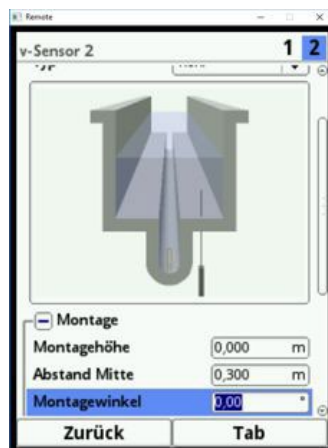

Abb. 23-21 Montagehöhe v-Sensor 2 zu tief
2. Kontrollieren Sie die Eingabe der Montagehöhe in der Applikationsgrafik. Mit Hilfe der Applikationsgrafik erkennen Sie sofort, ob die Montagehöhe der v-Sensoren korrekt eingegeben wurde. In Abb. 23-21 sieht man, dass die Berme bei der Montagehöhe nicht berücksichtigt wurde. Der v-Sensor befindet sich in der Grafik unterhalb des Gerinnebodens.